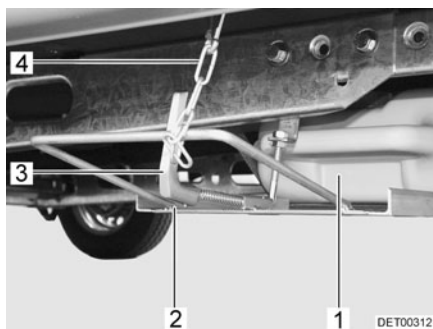

Fig. 159 Réservoir d'eaux usées dans le support sous le véhicule
- Desserrer la chaîne de sécurité (Fig. 159,4).
- Appuyer sur la poignée tournante (Fig. 159,3) vers l'intérieur et la faire pivoter d'un quart de tour dans le sens des aiguilles d'une montre.
- Faire basculer le réservoir d'eaux usées avec le support (Fig. 159,2) vers l'avant et le bas.
- Retirer le réservoir d'eaux usées (Fig. 159,1).